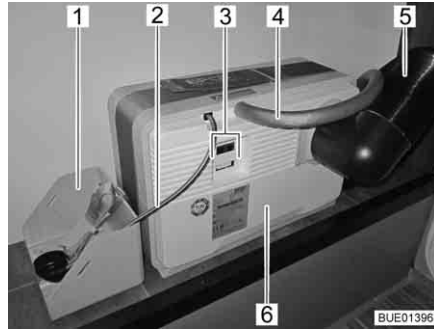
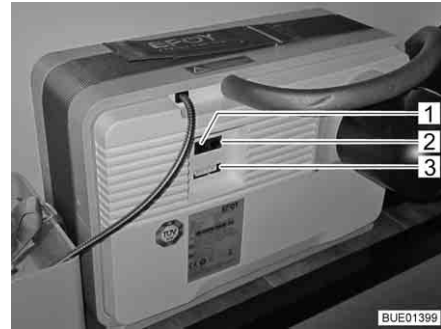
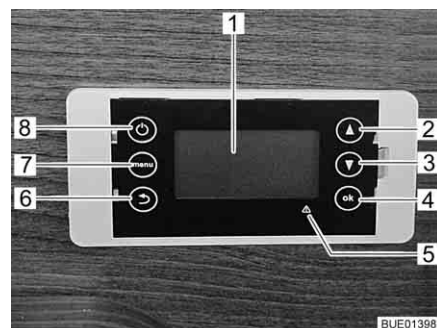

Bild 137 Bränslecell med tankpatron
Bild 138 Anslutningsfält bränslecell
Bild 139 Kontrollenhet bränslecell
Bränslecellen består av flera komponenter, som är monterade i det bakre bagageutrymmet (Bild 137), och en kontrollenhet (Bild 139) i bodelen.
På bränslecellen (Bild 137,6) finns:
- anslutningen för frånluftsslansen (Bild 137,4) resp. påfyllningsöppningen för servicevätskan
- värmeavledningsröret (Bild 137,5)
- elanslutningar (Bild 137,3) med datagränssnitt (Bild 138,2), apparatanslutning (Bild 138,3) och anslutning för kontrollpanelen (Bild 138,1)
Till bränslecellen hör en tankpatron, som kopplas till bränslecellen (Bild 137,6) via tankanslutningen (Bild 137,2).
Tankpatronen är fastsurrad i tankpatronhållaren (Bild 137,1).
Bränslecellen laddar automatiskt bodelsbatteriet när bodelsbatteriets spänning sjunker under 12,3 V och bränslecellen har aktiverats med på/av-knappen (Bild 139,8).
Displayen (Bild 139,1) på kontrollenheten har fyra rader.
Med menyknappen (Bild 139,7) kan huvudmenyn öppnas:
Vid fel lyser den röda felindikeringen (Bild 139,5) och ett meddelande visas på displayen. Meddelandet består av en felkod och anvisningar för hur felet kan åtgärdas.